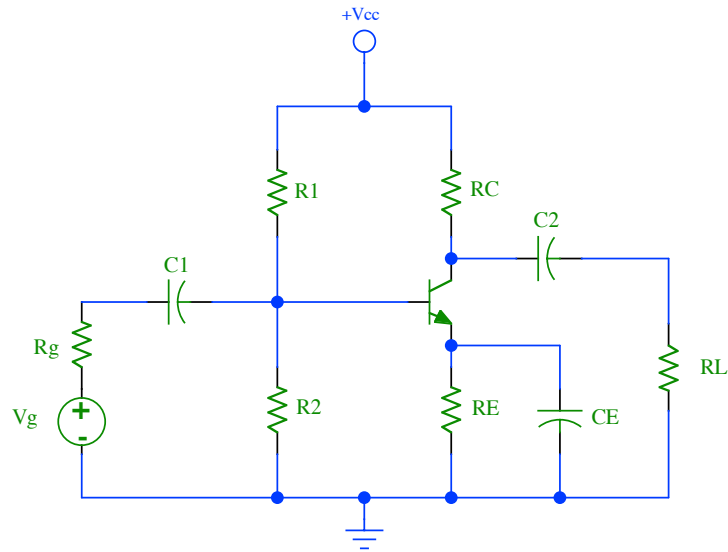

Figura 5.2: Amplificador en configuración *Emisor-Común* con capacitor C_2 para compensación de ganancia ($C_1 = C_E = \infty$).
1. Arme el circuito mostrado en la figura 5.2 empleando los valores de componentes calculados en la práctica 3.